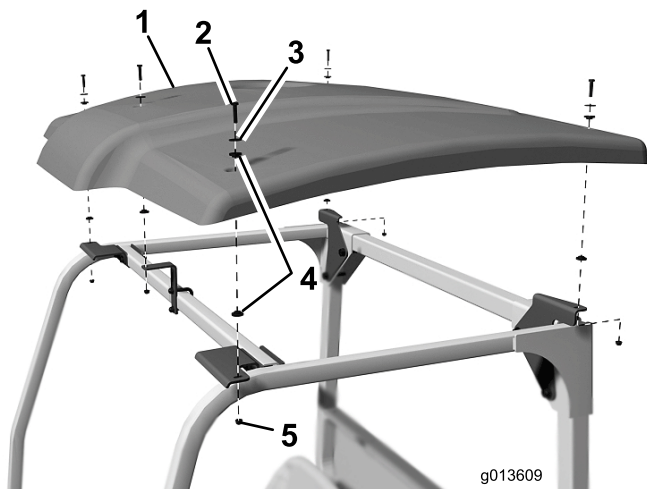

Рисунок 4
что резиновая втулка расположена на верхней стороне навеса и под ним (Рисунок 4).
9. Расположите навес на конструкции ROPS, совместив его монтажные отверстия с отверстиями в кронштейнах (Рисунок 4).